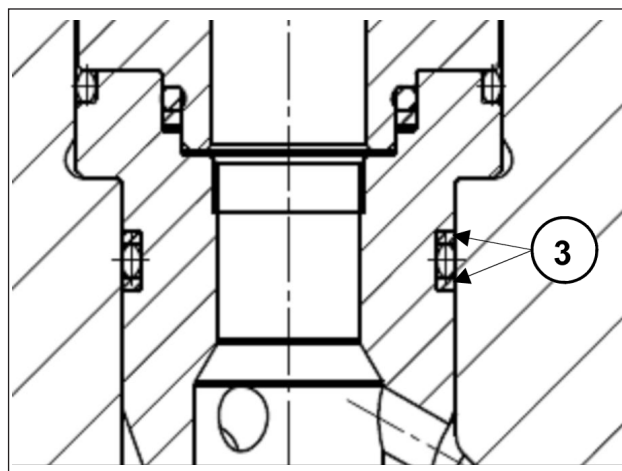

Fig. 28
- 2 Inserire i gruppi valvola di aspirazione e mandata con le relative bussole verificando che siano a battuta in fondo alla sede testata. Prestare particolare attenzione a non danneggiare gli anelli antiestrusori delle bussole (Fig. 28, pos. ③); per un corretto posizionamento ed adattamento degli anelli nelle rispettive sedi procedere come segue: